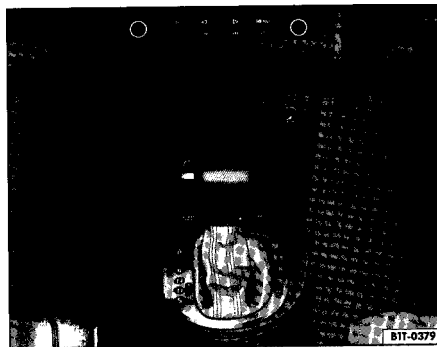

Fig. 119 Detail de la console centrale : levier selecteur de la boîte automatique ou de la boîte à double embrayage DSG
- Enfoncez la pedale de frein et maintenez-la enfoncee tout en appuyant simultanement sur la touche de blocage gauche du levier selecteur fig. 119.